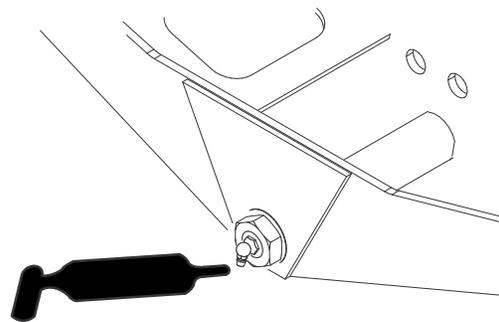

Figura 58
- Pivote de dirección (1) (Figura 58)